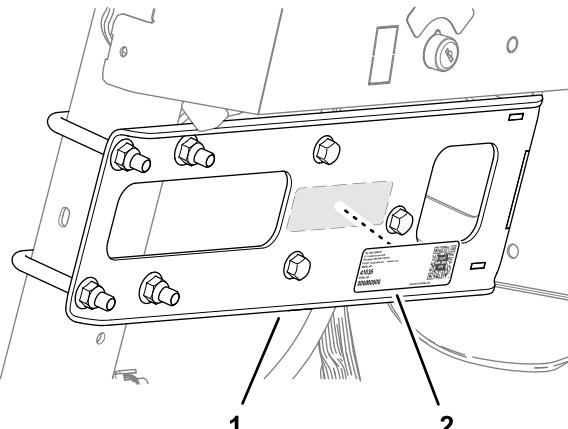

Figura 77
2. Coloque o autocolante na base do coletor, como se mostra na Figura 77.